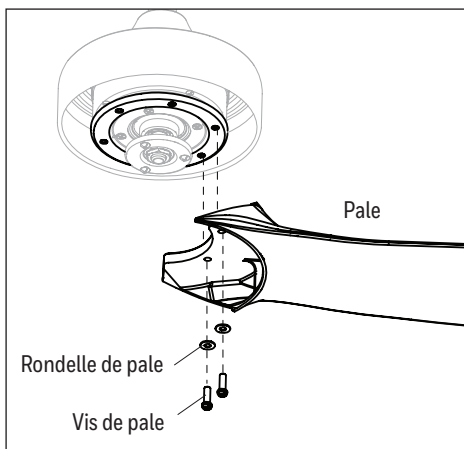

Figure 5.3
- Alignez les trous de la pale sur les deux trous pour vis de pale sous l'ensemble moteur. Fixez la pale à l'aide de deux vis de pale et de deux rondelles de pale. Répétez cette étape pour les autres pales (Figure 5.3).